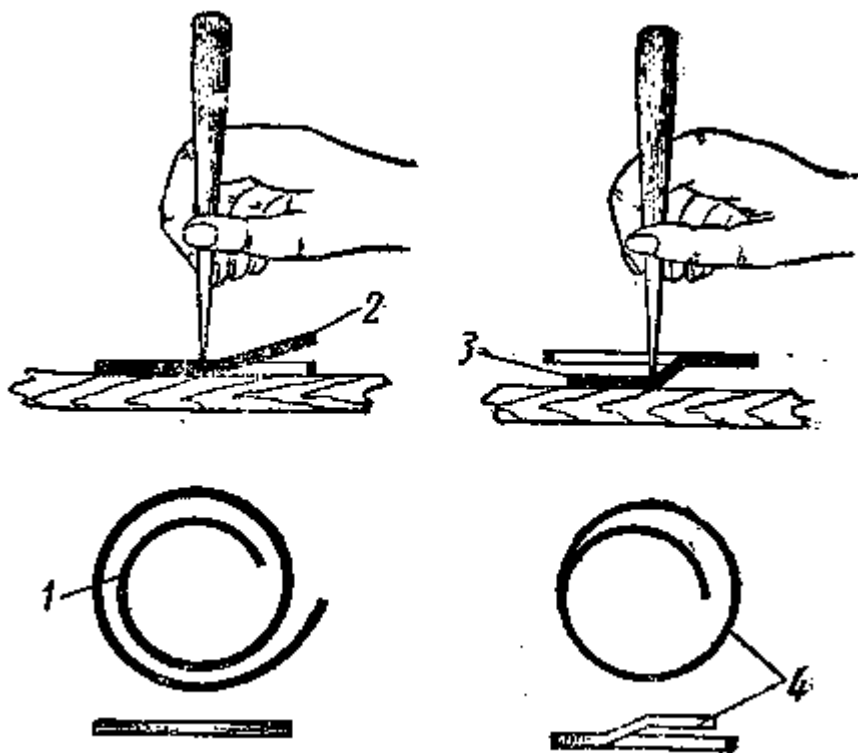

Рис. 78. Изгиб первого витка волоска Бреге:
**Волосок Бреге.** Колено волоска Бреге чаще всего выгибает сам мастер. Чтобы правильно изогнуть волосок, необходимо первый его виток несколько отодвинуть в сторону, затем, крепко зажав пинцетом первый виток в таком месте, чтобы было обеспечено  $\frac{2}{3}$  оборота первого витка, отгибают первое колено волоска, слегка нажимая о твердую деревянную пластинку. Затем волосок переворачивают и проделывают аналогичную операцию с другой стороны (рис. 78), после чего волосок приобретает окончательную форму.